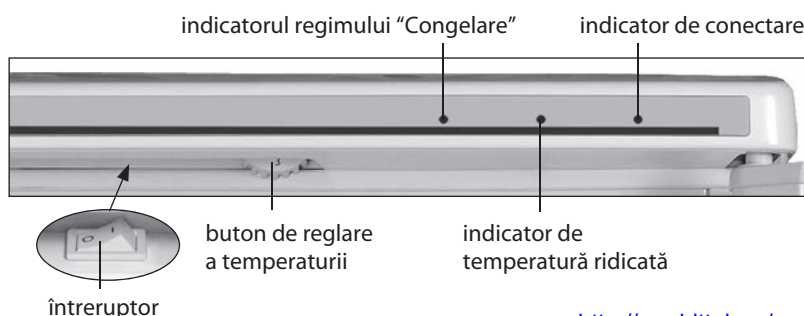

Figura 3 – Elemente de comandă a congelatorului
2.1.1 Elementele de comandă în conformitate cu figura 3 sunt:
Pentru a porni congelatorul trebuie de conectat acesta la rețeaua electrică – se va aprinde indicatorul de conectare în conformitate cu figura 3.
Conectarea regimului „Congelare” se efectuează prin apăsarea întrerupătorului la indicele „I” – se aprinde indicatorul regimului, la apăsare la indicele „0” regimul se deconectează și indicatorul se stinge în conformitate cu figura 3.